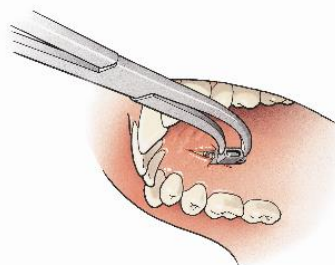
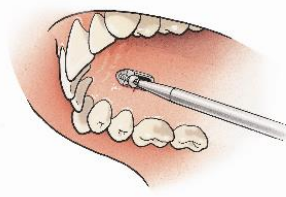

Fig. 3
Fig. 4
De eerste 7 mm lange monocorticale zelfborende schroef met een diameter van 2,0 mm (Ref. 70-707S) slechts tot halverwege inschroeven met behulp van het interne pentagon schroevendraaierinzetstuk (Ref. 99-909S) dat vooraf al in het handvat werd bevestigd (Ref. 99-901A) (Fig. 4).
De abutment-platen (Ref. 03-800A) subperiostaal op het botoppervlak aanbrengen (Fig. 3). Er dient op gelet te worden dat platen voldoende hoog, horizontaal en tegenover elkaar worden aangebracht. De links- (L) en rechts- (R) markeringen zijn aangegeven op de abutment-platen. De platen vastzetten met 7 mm lange monocorticale zelfborende schroeven met een diameter van 2,0 mm (Ref. 70-707S) (Fig. 4).